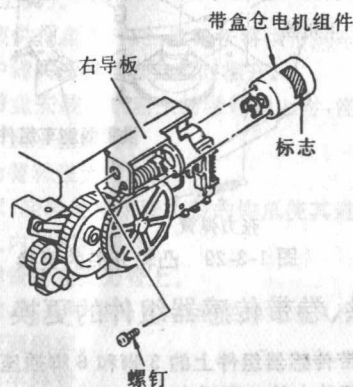

图 1-3-8 电机组件的更换
- ① 从主机座上拆下带盒仓组件。
- ② 用电烙铁焊掉电机上接线端的引线。
- ③ 拆掉带盒仓电机的紧固螺丝,取出电机组件,见图 1-3-8。